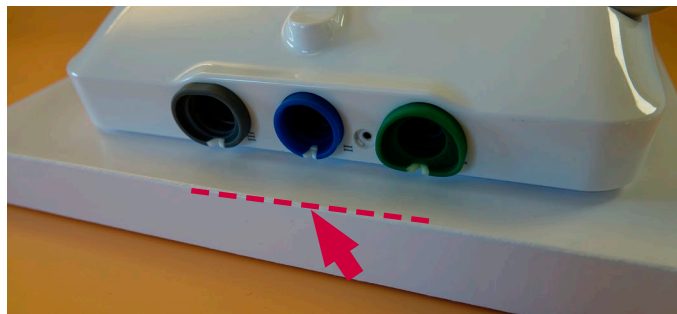

图 30 从装有色环的一侧开始放置后壳
c) 从放置色环的一侧开始, 在显示器上装上后壳 (图 30)